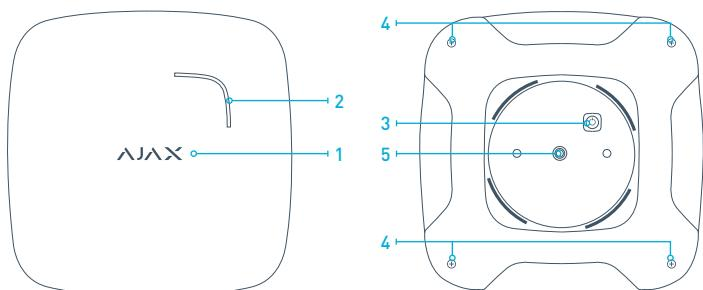

РИС. 1. Датчик FireProtect
4.1 Для регистрации датчика необходимо перевести приемное устройство охранной системы Ajax в режим «Добавить устройство» (как это сделать см. в руководстве к приемному устройству) и включить датчик зажатием кнопки «3» (РИС.1) на 3 секунды. В момент включения исправный датчик должен мигнуть зеленым светодиодом «1» (РИС.1). Запрос на регистрацию передается только в момент включения датчика! Если регистрация датчика в охранной системе по какой-либо причине не произошла, FireProtect мигает зеленым светодиодом 6 раз с периодичностью раз в секунду, после чего переходит в автономный режим. Чтобы повторить регистрацию – выключите датчик зажав кнопку на 3 с и выдержав паузу в 5 секунд включите его снова. Если FireProtect был удален из списка зарегистрированных в охранной системе устройств, то он аналогично мигает зеленым светодиодом 6 раз с периодичностью раз в секунду, после чего автоматически переходит в автономный режим.
6.6 Своевременно заменяйте батареи питания на новые. При разряде батареи датчик передает соответствующий сигнал на центральный блок сигнализации. О разряженной батарее датчик также сигнализирует звуковыми сообщениями: один короткий звуковой сигнал — разряжены основные батареи CR2; два коротких звуковых сигнала — разряжена дополнительная батарея CR2032; три звуковых сигнала — разряжены обе батареи. Для замены батареи выключите датчик, открутите саморезы «4» (РИС.1) и снимите крышку датчика. В конструкции датчика предусмотрены элементы, блокирующие его закрытие без установленных основных батарея. Замените разряженные батареи на новые, соблюдая полярность. Включите датчик.